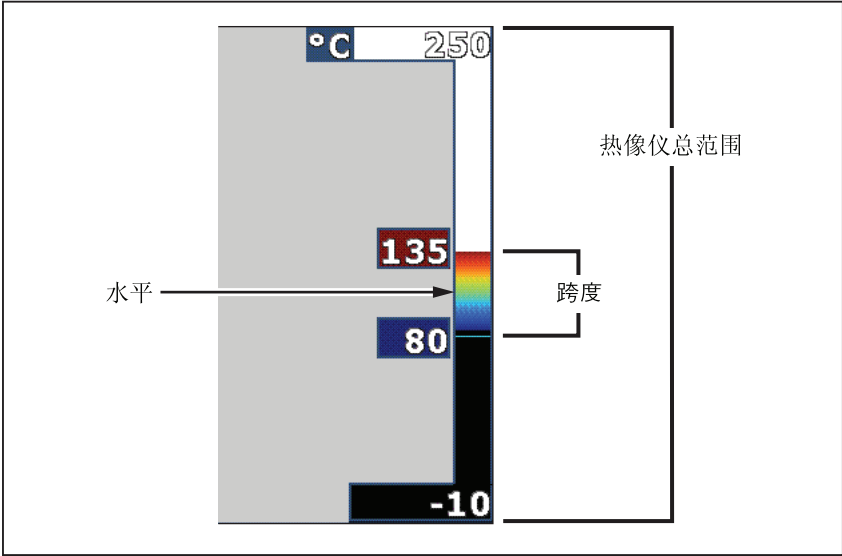

图 2. 范围和跨度设置
4. 要捕获图像，扣动并释放扳机一次。请见图 2。
当进入手动选取范围模式时，跨度设置调整整个热像仪量程内某个温度范围的调色板。请见图 2。要调整温度跨度：